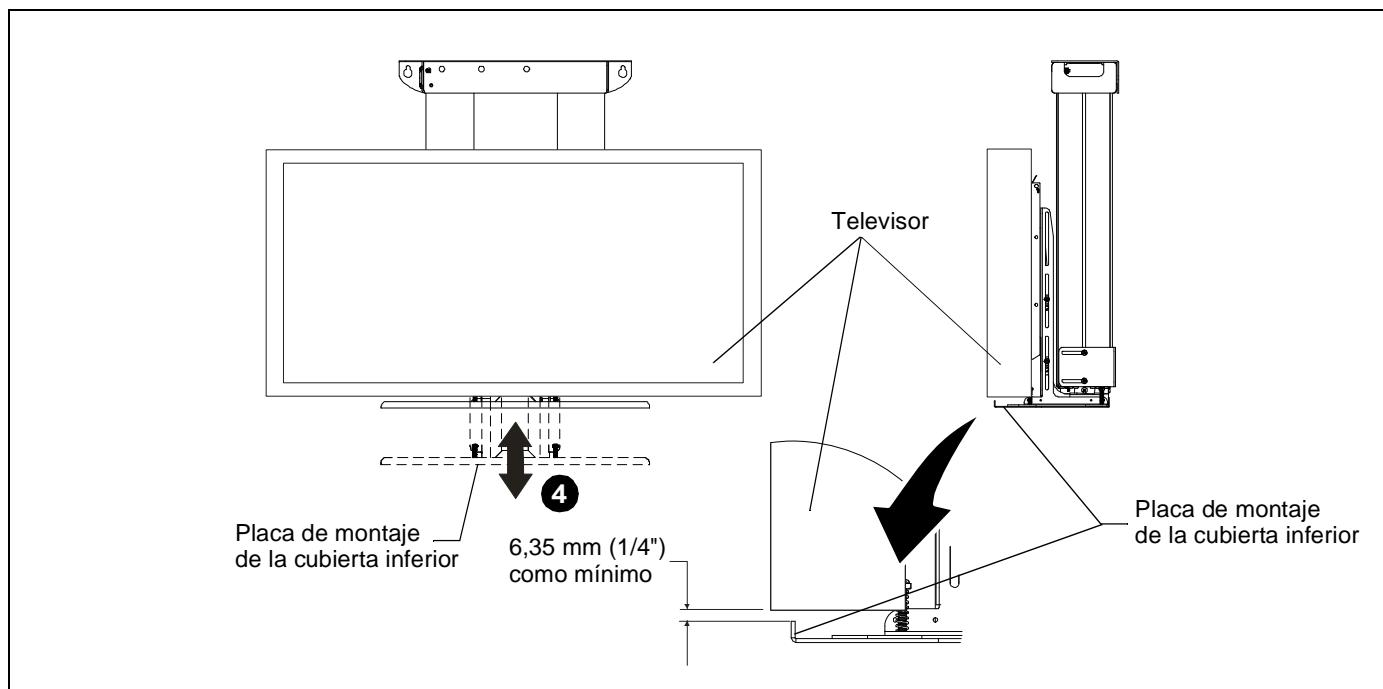

Figura 21
- Deslice los soportes de ajuste de la cubierta inferior hacia arriba o hacia abajo hasta que el labio del soporte quede a 6,35 mm (0,25 pulgada) por debajo de la parte inferior del televisor. (Consulte la Figura 21).